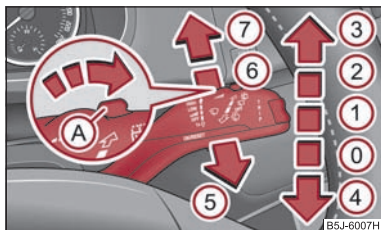

Fig. 46 Maneta de acționare a ștergătoarelor de parbriz
Maneta de acționare a ștergătoarelor ⇒ fig. 46 are următoarele poziții:
- Apăsați maneta înspre bord, în poziția ⑥ ⇒ fig. 46, ștergătorul va acționa la fiecare 6 secunde.
Pentru spălarea farurilor, după fiecare a cincea spălare a parbrizului se vor spăla și farurile; pentru aceasta farurile trebuie să fie aprinse și maneta de acționare a ștergătoarelor de parbriz trebuie să fie menținută circa 1 secundă în poziția ⑤ ⇒ pagina 55, fig. 46.